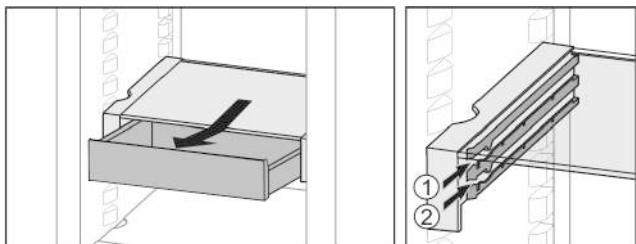

Fig. 21
- Вставити на будь-якій висоті Fig. 21 (1) або Fig. 21 (2).